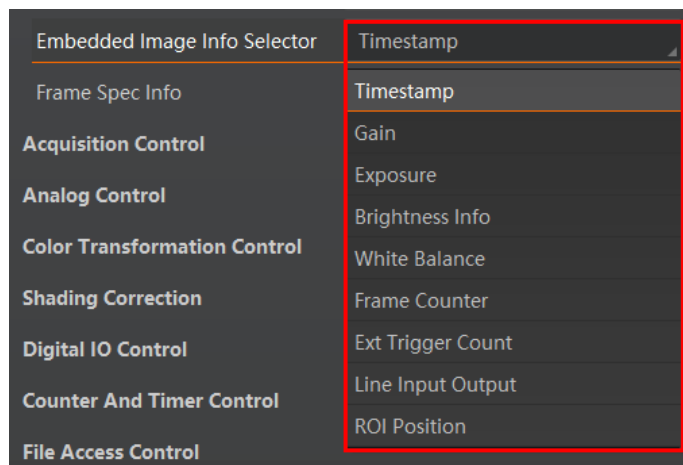

图8-2 选择图像嵌入信息
1. 展开 *Image Format Control* 属性，在 *Embedded Image Info Selector* 下拉框处，选择需要嵌入的信息，如图 8-2 所示。